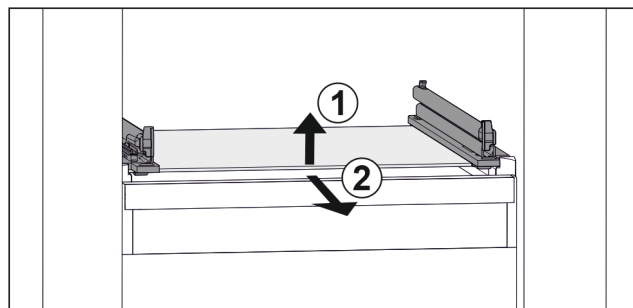

Fig. 59 Примерно изображение на стъклената плоча
- ▶ Повдигнете стъклената плоча отпред Fig. 59 (1)
- ▶ Извадете стъклената плоча напред Fig. 59 (2)